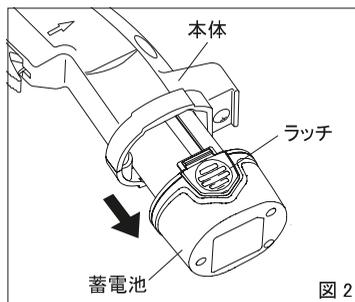

図 2
(1) 充電
- ① 蓄電池のラッチ部を押しながら蓄電池を本体から取外します(図2)。